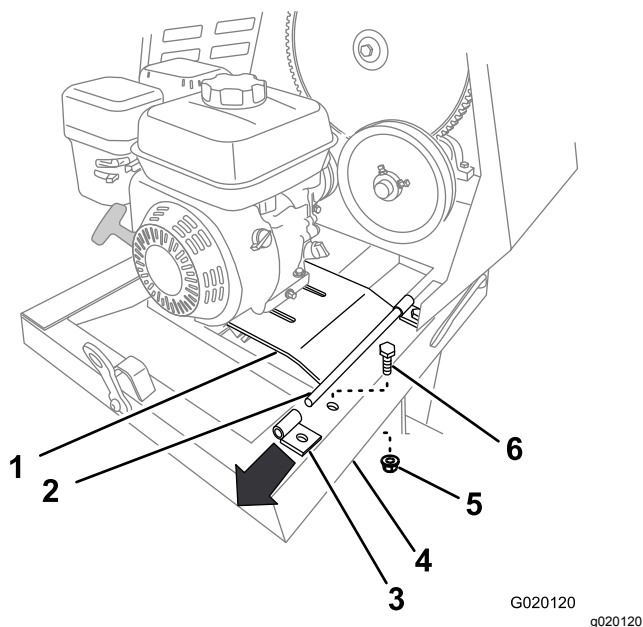

Figura 54
- Retire el perno y la tuerca que fijan el soporte trasero de la bisagra de la chapa del motor al bastidor de la máquina (Figura 54).
- Tire hacia arriba del borde trasero de la chapa del motor y retire el soporte de la bisagra (Figura 54).
- Sujete el soporte trasero al bastidor de la máquina usando el perno y la tuerca (Figura 54) que retiró en el paso 8 de Cómo retirar el motor \(página 38\).